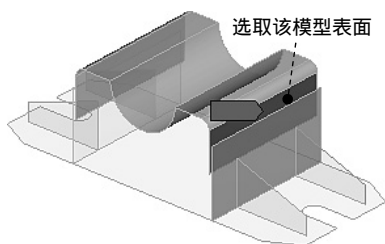
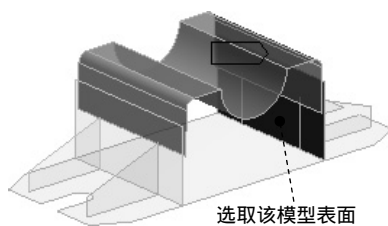

图 7.7.12 定义接触对象
图 7.7.13 定义目标对象
(1) 选择命令。在“Outline”窗口中选择 **Connections** 节点下的 **Contacts** 并右击,在弹出的快捷菜单中选择 **Insert** → **Manual Contact Region** 命令,弹出“定义接触参数”对话框。
(2) 定义接触对象和目标对象。在图形区选取图 7.7.12 所示的模型表面为接触对象,然后选取图 7.7.13 所示的模型表面为目标对象。